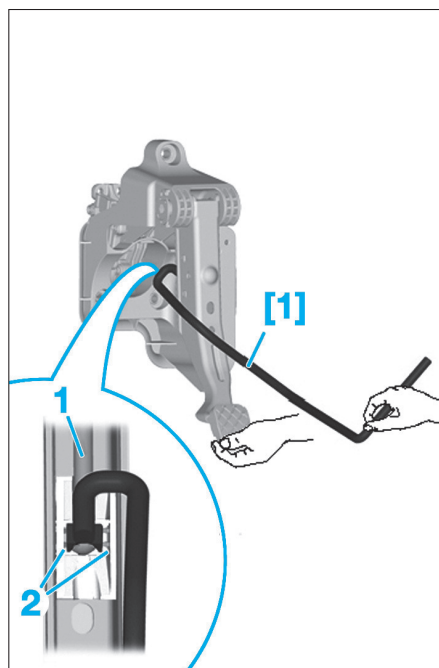

FIG. 16
- Mettre en place l'outil [1] et le tirer en direction du siège du conducteur en faisant contre-appui au niveau de la pédale de frein (Fig.16).